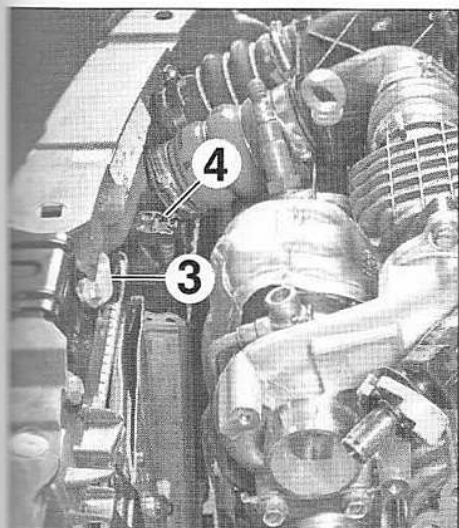

FIG.37
- De chaque côté du radiateur, déposer la bride (3) (Fig.37).
- Débrancher le tuyau de dégazage (4).